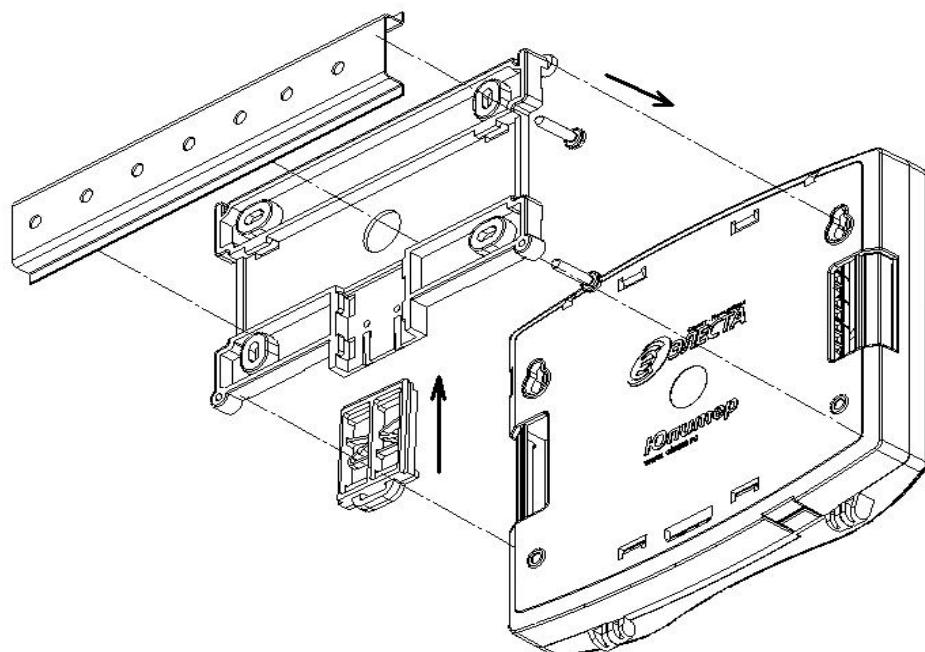

Рис.5.5. Вариант установки прибора через переходную планку на DIN-рейку
- прибор закрепляется к переходной планке, которая устанавливается на DIN-рейку, с помощью пластиковой защелки (Рис. 5.5).